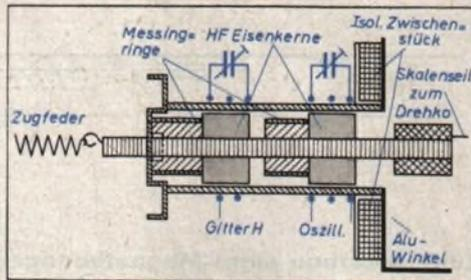

Abb. 1. Abstimmaggregat aus einer Görler-KW-Spule „F 256“
3. Die 2 Kernstücke und die 2 Messingringe wurden so auf der Spindel befestigt, daß je nach Abstimmung entweder die Kerne oder die Messingringe in die in entsprechendem Abstand aufgebrauchten Zwischenkreis- und Oszillatorwindungen eintauchen (Abb. 1). Vorher wurde noch ein Skalenseil in Richtung der Spindel eingezogen, um die Drehko-Achse geschlungen und an der Skalenscheibe befestigt.
In einem Geradeempfänger oder in einem Superhet mit hoher Zwischenfrequenz machen sich die Interferenzstörungen sehr bemerkbar. Dieses Übel kann man mit Hilfe einer Brückenschaltung nach Abb. 1 beseitigen. Da im Anodenkreis der Demodulatorröhre ein Schwingkreis genau auf die Interferenzfrequenz abgestimmt ist, läßt sich die Störfrequenz bis etwa 70 db unterdrücken.